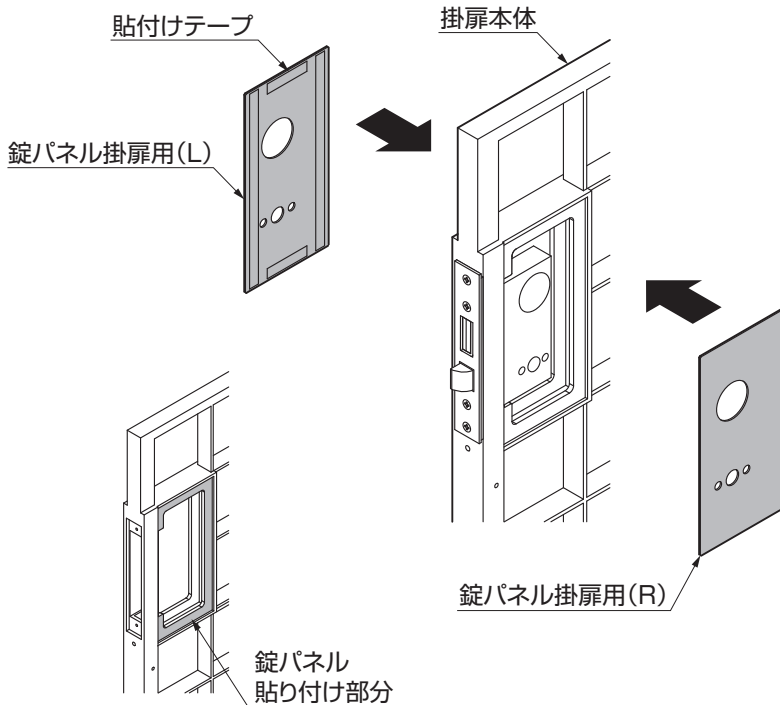

図2-2
- 錠パネルを貼り付ける部分に汚れや水分などが無いことを確認してください。汚れや水分などがある場合、テープが貼り付きにくくなります。(図2-2参照)